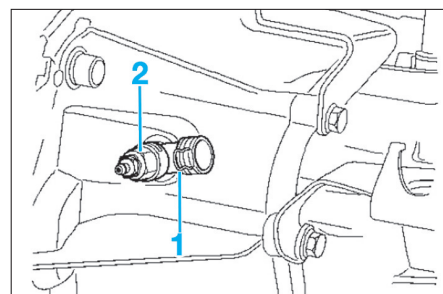

Fig. 4
- Détacher la canalisation qui relie le maître-cylindre au cylindre secondaire en détachant le clip (1) situé sur le raccord union (2) (Fig.4).